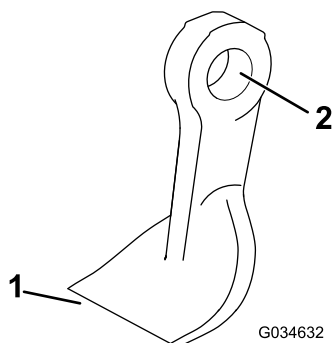

Bild 64
4. Prüfen Sie jedes Messer auf Beschädigungen und achten Sie besonders auf die Befestigungen, die Schnittkante und die Befestigungslöcher (Bild 64). Ersetzen Sie beschädigte Messer und Befestigungen.